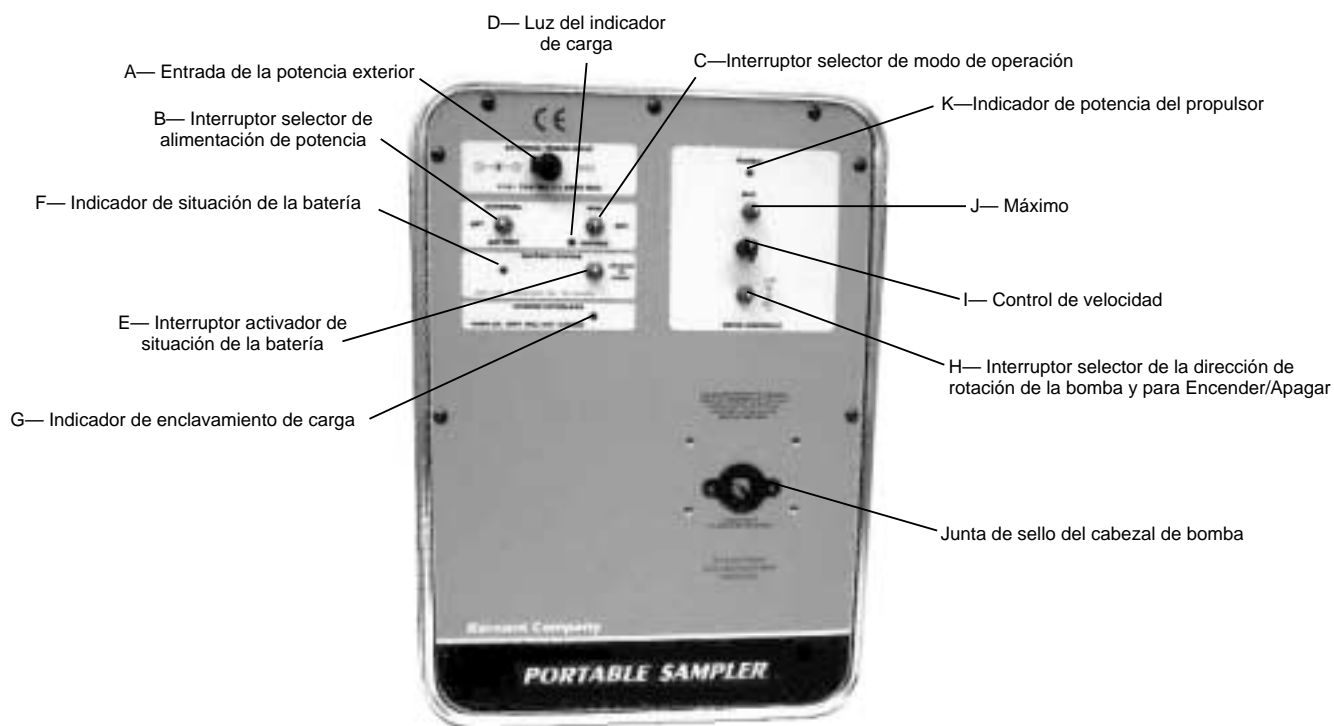

FIGURA 1 TABLERO DE CONTROL
- A. Conecte el convertidor de corriente CA/CC provisto al propulsor levantando la tapa del receptáculo de **ENTRADA DE POTENCIA EXTERIOR (A)** e introduciendo la clavija coaxial de corriente de 2,5 mm en el receptáculo. (Vea la Figura 1).
- A. Ponga el interruptor selector de alimentación de potencia (B), (EXTERNAL/BATTERY) en la posición “BATTERY”.
- B. Ponga el interruptor selector del modo de operación (C), (RUN/CHARGE) en la posición “RUN”.
- C. Haga una selección en el Interruptor selector de dirección de rotación On/Off (H), DER o IZQ. (Vea la Figura 1). (Para cambiar la dirección, primero desconecte la potencia poniendo este interruptor en la posición central [OFF]).
- D. Ajuste el caudal de la bomba con el Control de velocidad (I) de una vuelta, girando la perilla a la derecha para aumentar el caudal, o a la izquierda para reducirlo.
- E. Para “Cebarr el tubo”, mueva el Interruptor “MAX” (J), hacia arriba o hacia abajo, para que la bomba funcione a la máxima velocidad.
- B. Ponga el interruptor selector de modo de operación (C), (RUN/CHARGE) en la posición “RUN”.
- C. Haga una selección en el Interruptor selector de dirección de rotación On/Off (H), DER o IZQ. (Vea la Figura 1.) (Para cambiar la dirección, primero desconecte la potencia poniendo este interruptor en la posición central [OFF]).
- A. Ponga el interruptor selector de alimentación de potencia (B), (EXTERNAL/BATTERY) en la posición “EXTERNAL”.
- A. **Conecte el convertidor de corriente CA/CC provisto al propulsor** levantando la tapa del receptáculo **ENTRADA DE POTENCIA EXTERIOR (A)** e introduciendo la clavija coaxial de corriente de 2,5 mm en el receptáculo. (Vea la Figura 1).
- B. **Conecte el convertidor/alimentador de corriente CA/CC a una alimentación de corriente alterna. Ponga el selector de alimentación de potencia interruptor (B), (EXTERNAL/BATTERY) en la posición “EXTERNAL”.**
- C. **Ponga el interruptor selector del modo de operación (C), (RUN/CHARGE) en la posición “RUN”.**
- D. **Haga una selección en el Interruptor selector de dirección de rotación On/Off (H), DER o IZQ.** (Vea la Figura 1.) (Para cambiar la dirección, primero desconecte la potencia poniendo este interruptor en la posición central [OFF]).
- E. **Ajuste el caudal de la bomba con el Control de velocidad (I) de una vuelta, girando la perilla a la derecha para aumentar el caudal, o a la izquierda para reducirlo.**
- F. **Para “Cebear el tubo”, mueva el Interruptor “MAX” (J), hacia arriba o hacia abajo y sujételo en esa posición, para que la bomba funcione a la máxima velocidad.**